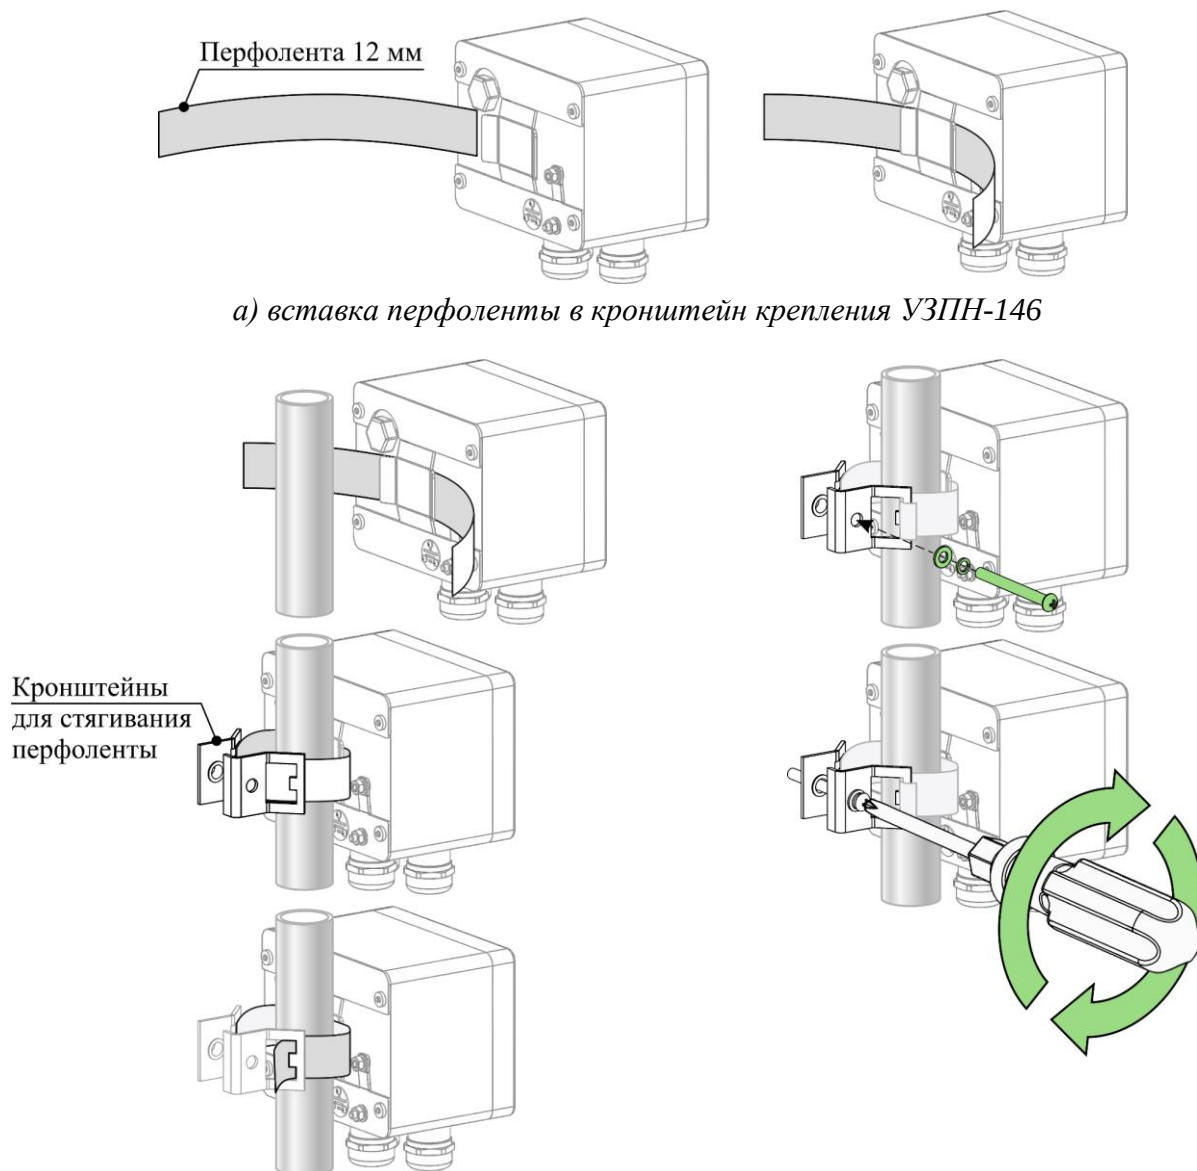

Рисунок 48 – Процесс монтажа УЗПН-146
- установить на мачту УЗПН-146 (см. рисунок 48);